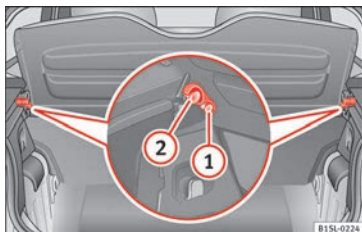

Fig. 70 En el maletero: desmontar y montar la bandeja del maletero.
Levante la bandeja del maletero y presiónela en los bloqueos laterales » **fig. 70 ①**. Compruebe que está correctamente encastrada. Para descender la bandeja del maletero, presiónela hasta que salga de los bloqueos.